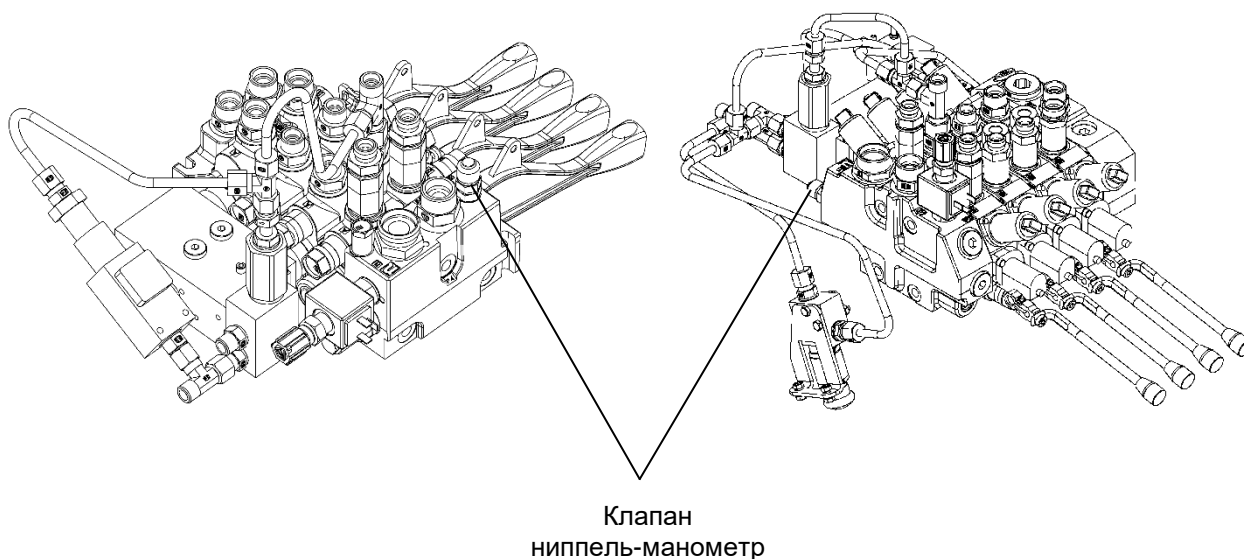

Рис.20: Расположение клапана ниппель-манометр
- ▶ Подключите к гидросистеме крана гидронасос машины технической помощи или аварийный ручной гидронасос (дополнительная опция, поставляется по особому заказу), через клапан ниппель-манометр (см. рисунок 20).